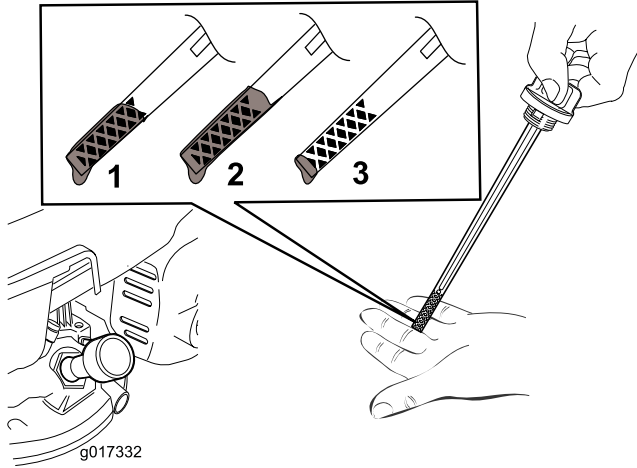

図 12
5. オイルの量の確認方法は **図 12** を参照。
注 ディップスティックで量を確認しながら **図 12** に示される適正量までオイルを入れる。オイルを入れすぎてしまった場合には、**エンジンオイルの交換 (ページ 16)** の項に従って余分なオイルを抜き取ってください。